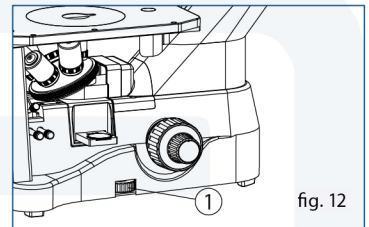

fig. 12
2. (Fig. 12) Gire el botón (1) en el sentido de las agujas del reloj para aumentar la luz y gírelo en el sentido contrario para disminuirla